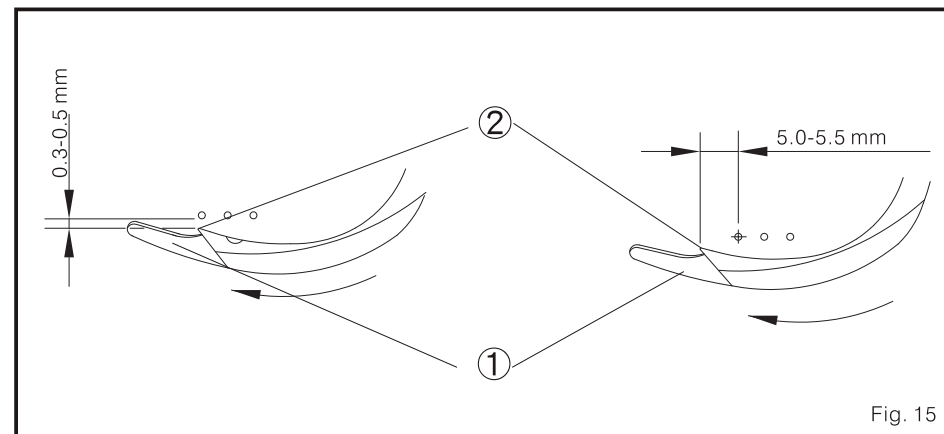

Fig. 15
1. Quando o distribuidor se mova de direita à esquerda, a extremidade do enfiador de fio 2 é 0.3-0.5 mm da agulha esquerda. Quando o distribuidor se mova ao ponto morto esquerdo, a gorjeta do enfiador do fio 2 é 5.0-5.5 mm do centro da agulha esquerda. (Fig. 15)